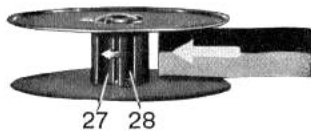
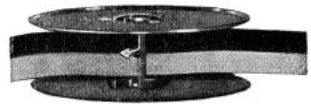

Bild 10
Bild 11
Das Band wird zuerst durch die beiden Öffnungen (27/28) hindurchgeführt (Bild 10), und dann wird es stramm über den Haken (29) zurückgezogen (Bild 11), bis dieser sich fest in das Band eingehakt hat. Zur Erleichterung kann man zuerst ein Loch in das Farbband stechen. Die Bilder 10 und 11 zeigen die rechte Spule. Wenn man nicht die neu gekaufte Spule verwenden will, ist das Band bei der linken entsprechend aufzuziehen.